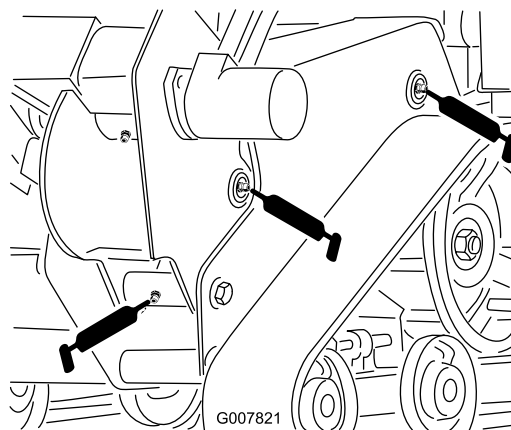
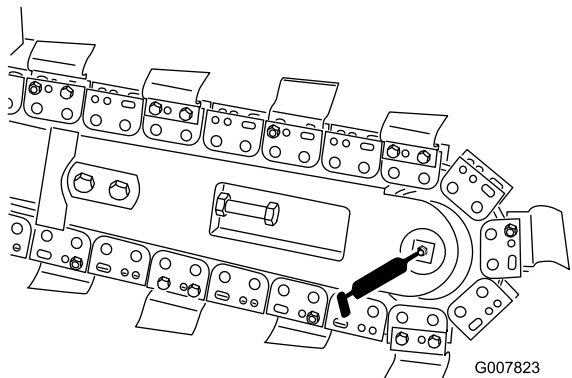

Рисунок 22
Рисунок 24
4. Присоедините к каждой масленке шприц для нагнетания консистентной смазки (Рисунок 22 ... Рисунок 24).